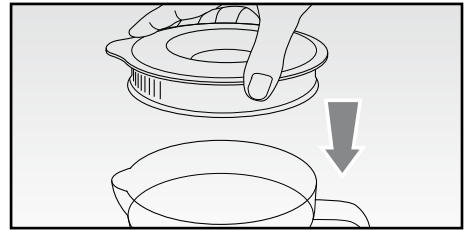

Fig. 4
Aggiungere il liquido. Chiudere la tazza (C) con il coperchio (B) (Fig. 4).